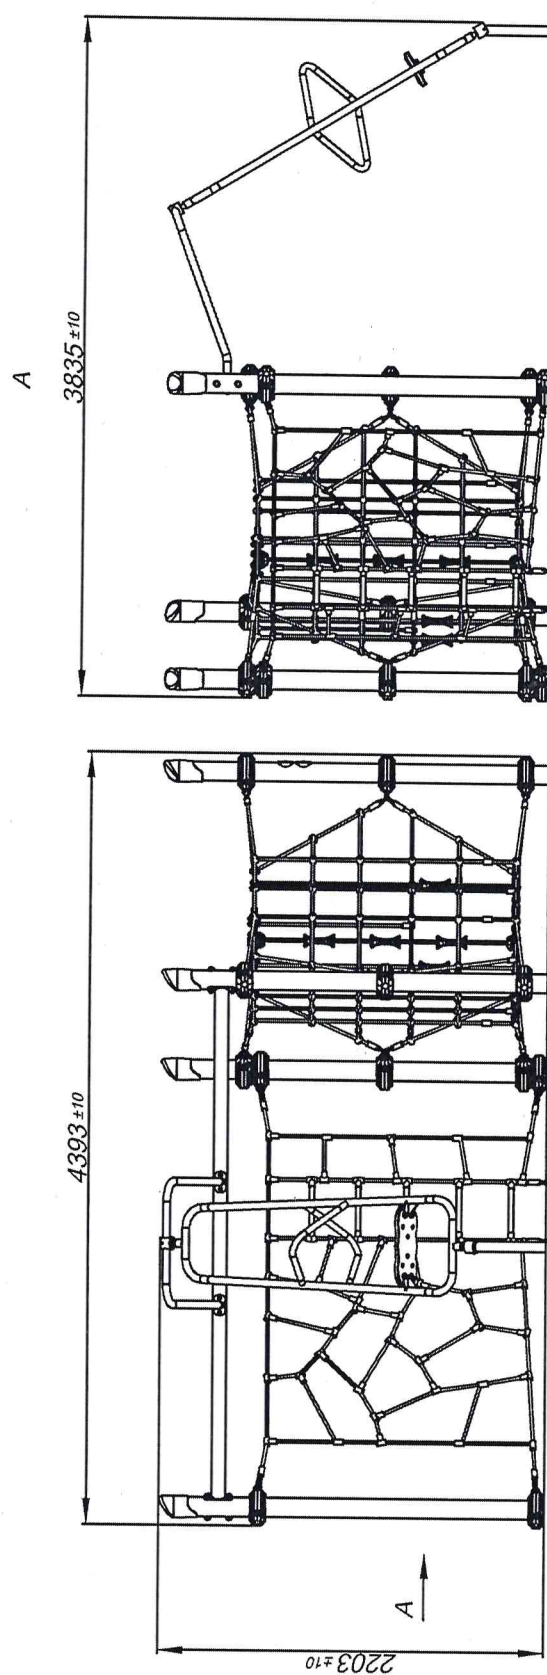

Рис. 1 Общий вид
- 2.1. Общий вид оборудования представлен на Рис. 1.